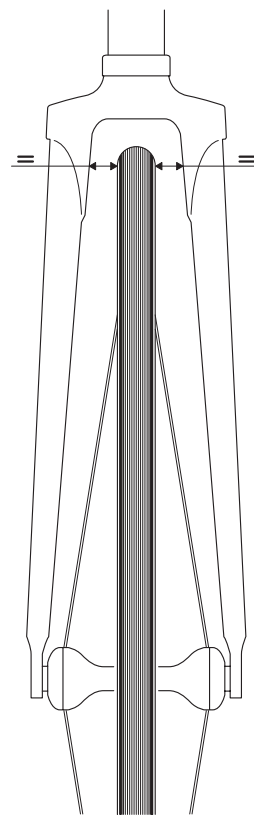

Fig. 16
- Verificate che la ruota sia ben centrata rispetto ai foderi del telaio o alla forcella (Fig. 16).
- Check that the wheel is properly centered with respect to the frame and the fork legs as shown in Figure 16.
- Die symmetrische Ausrichtung der Laufräder im Hinterbau des Rennrahmens sowie in der Vordergabel überprüfen (Abb. 16).
- Vérifiez que la roue est bien centrée par rapport aux cales du cadre et à la fourche (Fig. 16).
- Comprobar que la rueda esté bien centrada respecto a los forros del cuadro o a la horquilla (Fig. 16).
- Controleer of het wiel exact gecentreerd tussen de vorkbenen staat (Fig. 16).